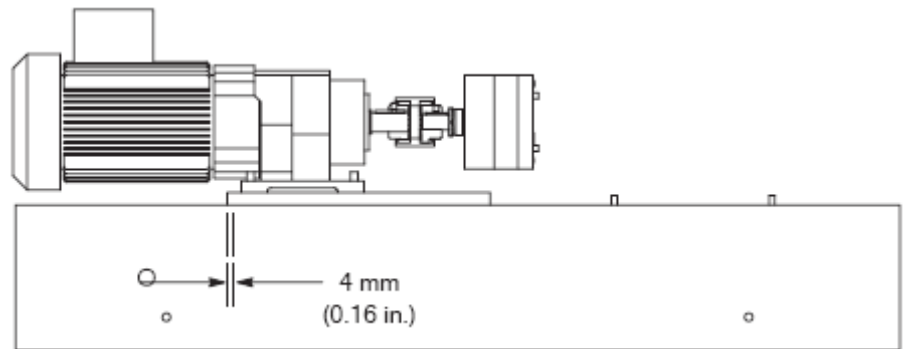

图 5-3 将马达组件后移 4mm(0.16 in)
9. 确保连接套筒不移动，然后向将马达组件后移 4mm(0.16 in.)，如图 5-3 所示。